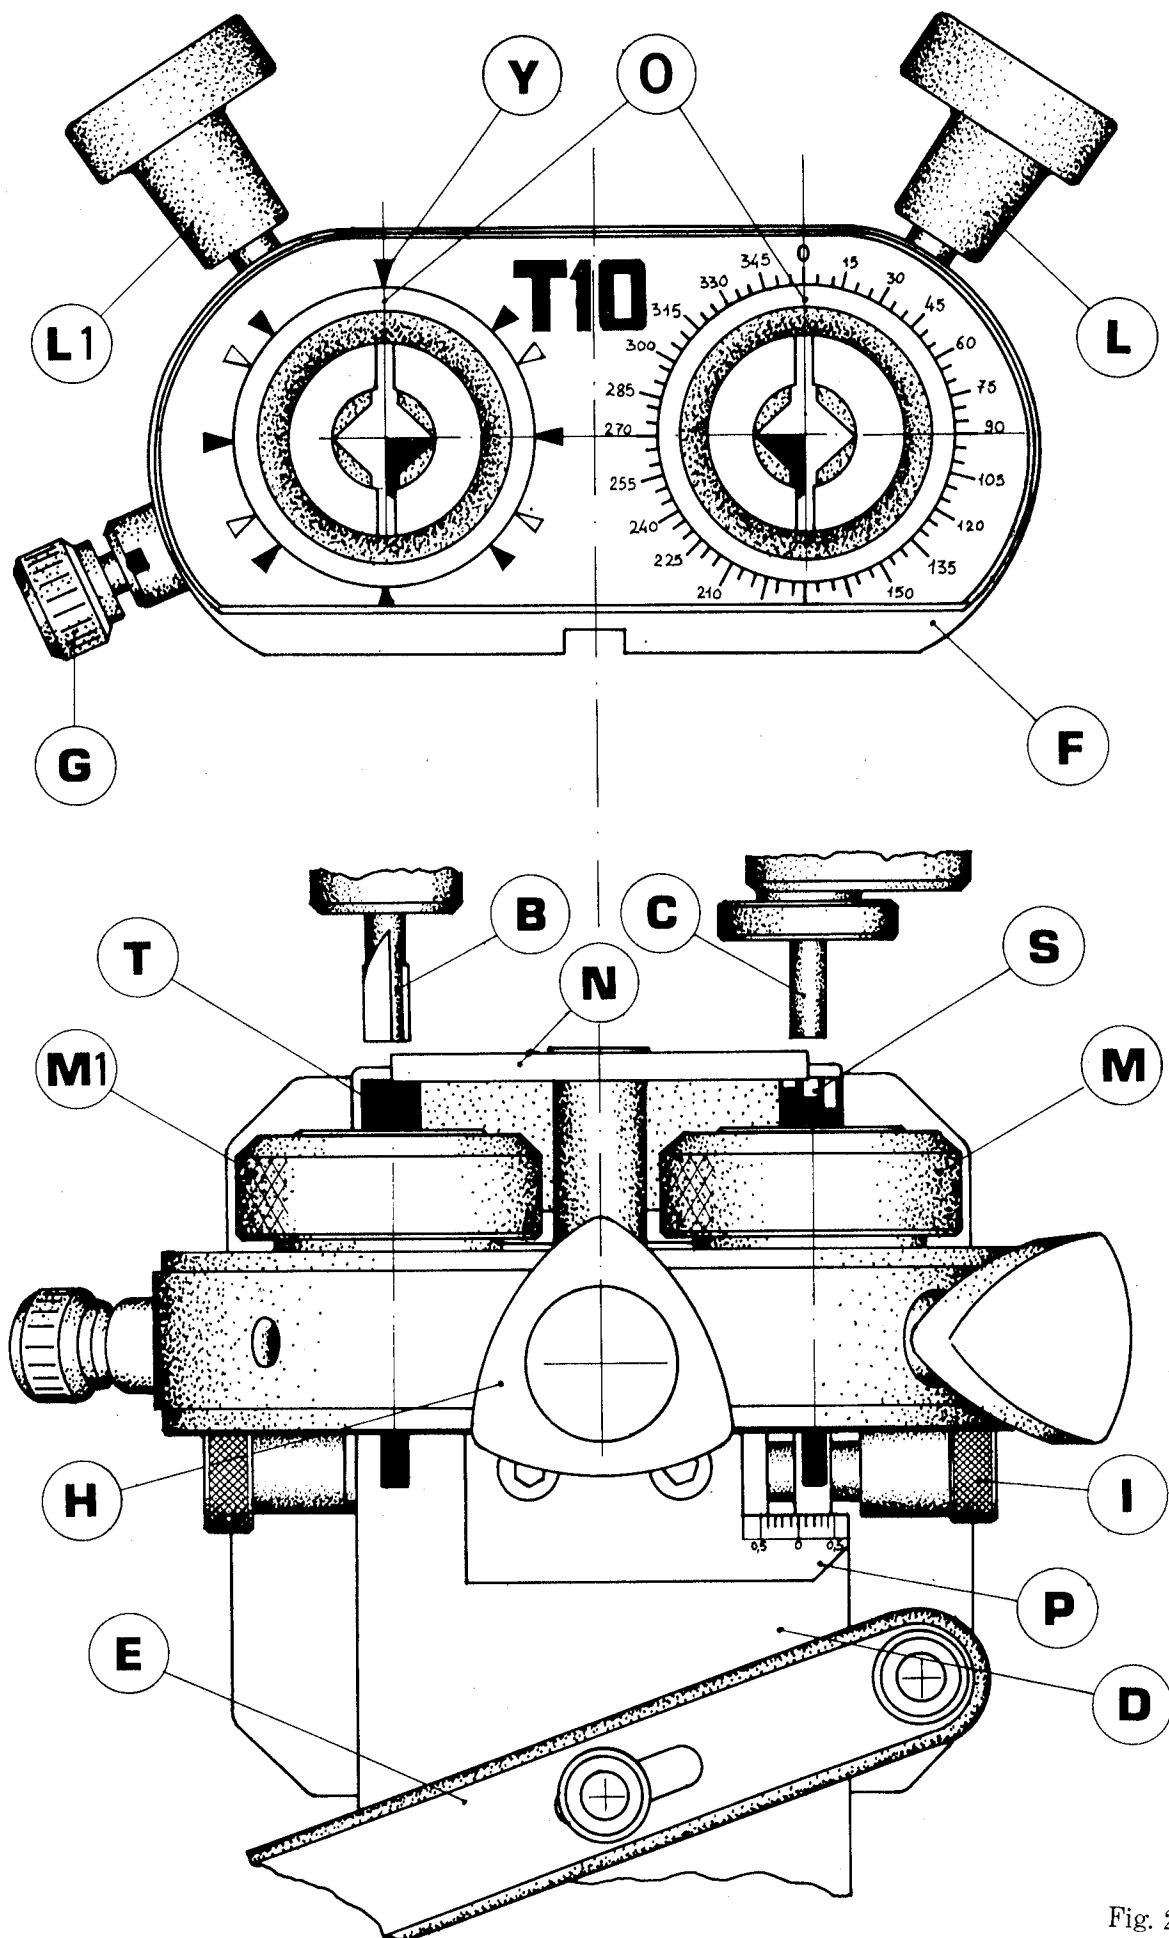

Fig. 2
- A) En travaillant avec sélecteur (G) inséré: les positions de chiffage sont déterminées par le taquet du sélecteur même. Le sélecteur (G) permet une division en 6 ou 8 positions qu'on retrouve sur l'adhésif grâce aux index (Y) avec la référence (0) indiquée sur la douille porte-étaux (fig. 2).
- B) En opérant avec le sélecteur (G) non inséré, le chiffage de la clé se fait en tâtant la clé échantillon. Cette solution permet de chiffrer n'importe quel type de clé ayant des angularités différentes et avec n'importe quel nombre d'entaillures. L'adhésif gradué permet de lire l'angle du chiffage exécuté.
- A) Trabajando con el selector (G) insertado; las posiciones de cifrado son prefijadas por el pernito del mismo selector. El selector (G) permite una división en 6 u 8 posiciones que se pueden encontrar sobre la etiqueta adhesiva por medio de los índices (Y) con la referencia (0) grabada en la brújula portamordazas (fig. 2).
- B) Trabajando con el selector (G) no insertado; el cifrado de la llave se efectúa palpando la llave base. Esta solución permite cifrar cualquier tipo de llave de ángulos diferentes y con cualquier número de talladuras. La etiqueta adhesiva graduada permite medir el ángulo del cifrado ejecutado.